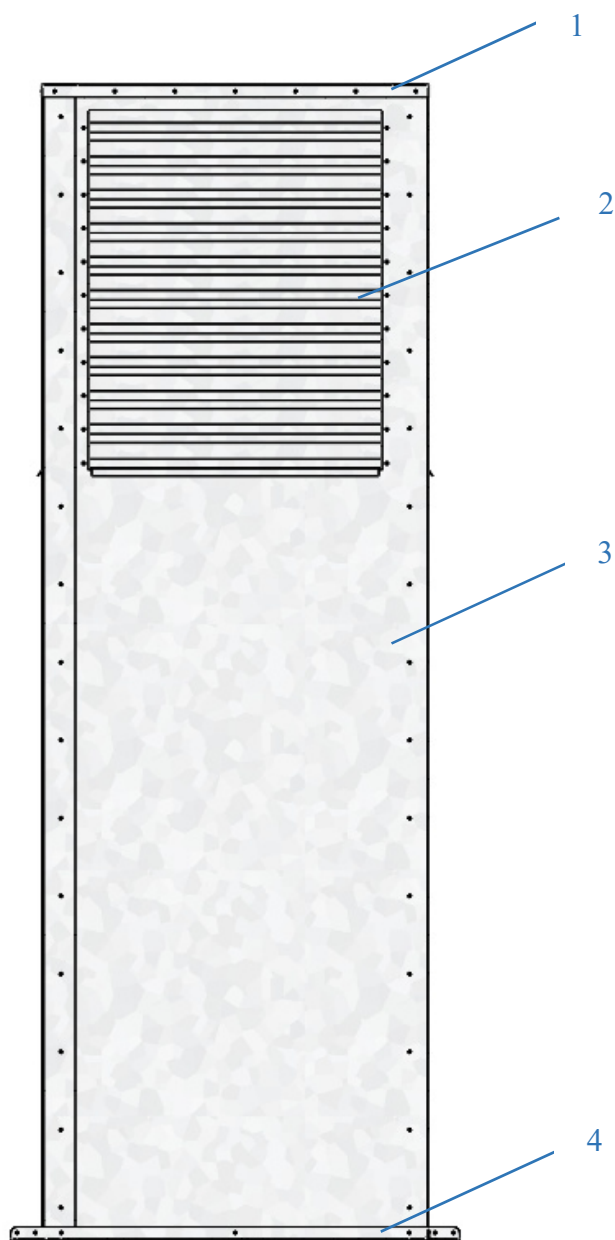

Рис.1 Внешний вид вентиляционной шахты
Вентиляционные шахты предназначены для забора приточного воздуха. Внешний вид представлен на Рис.1. Шахты представляют собой корпус (3) и оголовок (1). В корпусе вырезаны отверстия под жалюзи (2). Для крепления шахты предусмотрен фланец (4) с отверстиями под анкеры диаметром не менее М6. Стандартные размеры представлены в Табл. 1. Возможно проектирование шахты для нестандартных значений расходов.